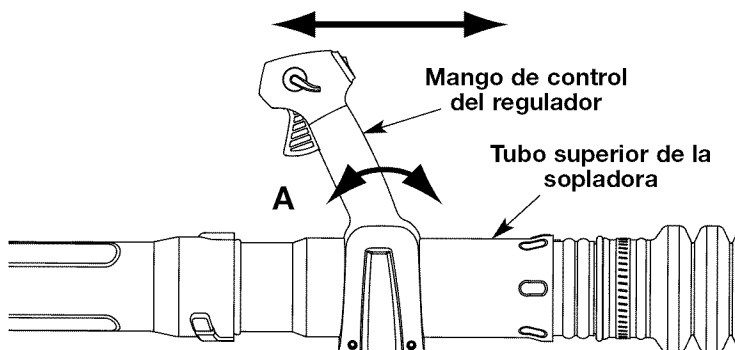

Fig. 8
1. Mueva el mango de control del regulador a un lugar en el tubo superior de la sopladora que le quede cómodo a usted (Fig. 8).